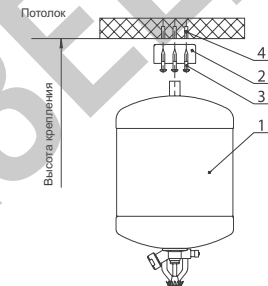

Рис. 4
9.2 Размещение МПП МИГ на потолке (рисунок 4)